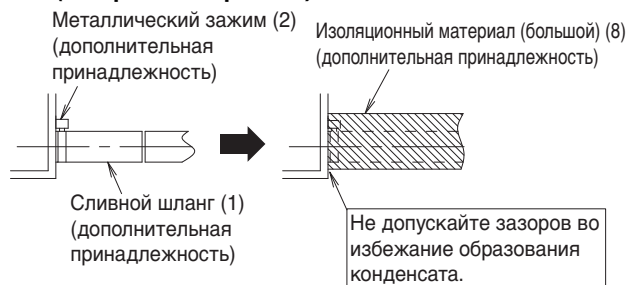
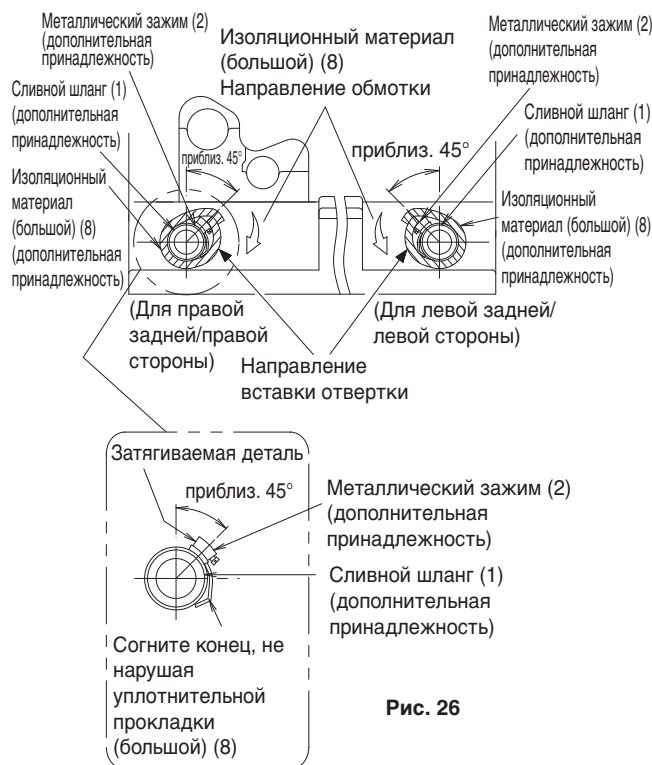

Рис. 25
Рис. 26
(См. **рис. 25** и **рис. 26**)
(Устанавливайте металлический зажим (2) таким образом, чтобы место соединения зажима находилось под углом 45°, как показано на **рис. 26**.) (Запрещается закреплять сливной шланг на дренажном гнезде. В противном случае техническое обслуживание и осмотр теплообменника и других компонентов будет невозможно.)
- Загните конец металлического зажима (2), чтобы изоляционный материал не образовывал выпуклость. (См. рис. 26)
- При выполнении изоляции наматывайте имеющийся в комплекте изоляционный материал (большой) (8) от металлического зажима (2) и сливного шланга (1) в направлении, указанном стрелкой. (См. рис. 25 и рис. 26)